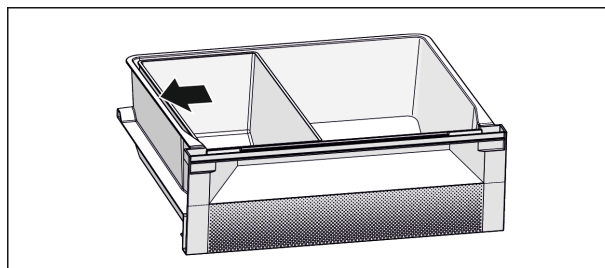

Fig. 7
- ▶ Для оптимального охолодження: Встановити ящик Fish & Seafood, як показано на малюнку (див. Fig. 7).